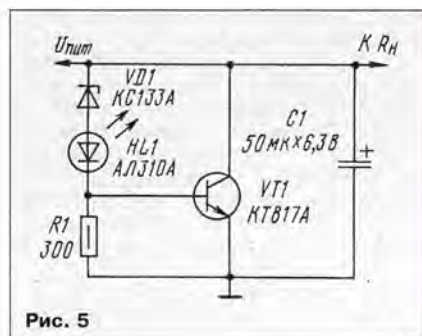

Рис. 5
Для контроля работы ограничителя целесообразно ввести элемент, сигнализирующий о его включении и, косвенно, о мощности рассеивания транзистора VT1, чтобы, по возможности, ее уменьшить. Схема устройства, реализующего его данное предложение, представлена на рис. 5. В цепь стабилитрона VD1 введен светодиод HL1. Когда напряжение на катоде стабилитрона меньше суммы напряжений на светодиоде и стабилитроне: $U_{\text{пит}} < U_{\text{HL1}} + U_{\text{VD1}}$ (2), ток через стабилитрон не течет, светодиод не горит, транзистор закрыт. При превышении напряжением на катоде VD1 указанной суммы через стабилитрон начнет протекать ток, светодиод засветится и транзистор откроется. Чем больше ток через стабилитрон, тем интенсивнее свечение светодиода, тем больше открывается транзистор и боль-
шую мощность он рассеивает. Если светодиод горит слишком ярко, то необходимо уменьшить напряжение $U_{пит}$ до такого значения, при котором светодиод или погаснет совсем, или будет иметь минимальную яркость. Это и будет сигнализировать о режиме оптимального питания аппарата. Устройство, схема которого приведена на рис. 5, ограничивает напряжение питания на уровне 4,5 В [3].